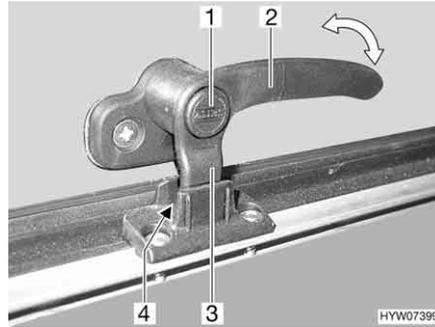
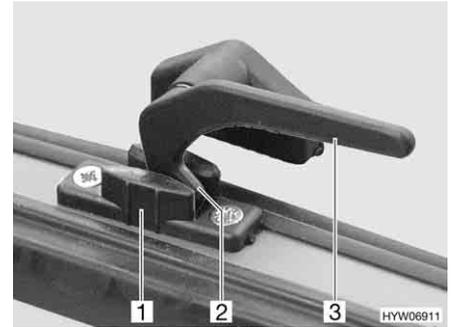

Fig. 65 Palanca de bloqueo con botón de seguridad en la posición de "ventilación continua"
Fig. 66 Palanca de bloqueo en la posición de "ventilación continua"
- En la posición "ventilación continua" (Fig. 65 y Fig. 66)
- Si existe, pulsar el botón de seguridad (Fig. 65,1) y mantenerlo pulsado.
- Girar la palanca de bloqueo (Fig. 65,2 ó Fig. 66,3) un cuarto de vuelta hacia la mitad de la ventana.
- Girar de nuevo hacia atrás la palanca de bloqueo. El saliente de bloqueo (Fig. 65,3 ó Fig. 66,2) de la palanca de bloqueo se ha de introducir para ello en el rebaje del bloqueo de la ventana (Fig. 65,4 ó Fig. 66,1).
- Si existe, soltar el botón de seguridad (Fig. 65,1).